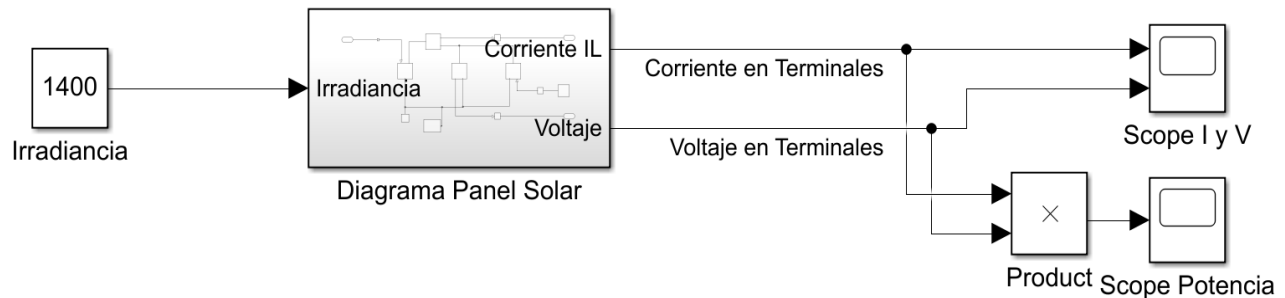
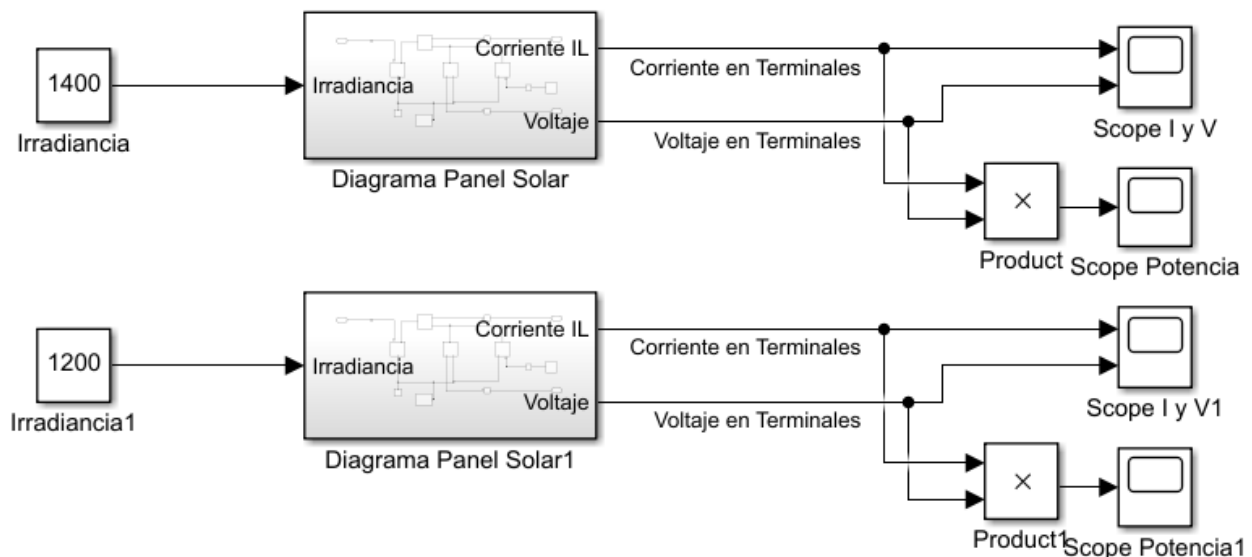

Fig. 46. Diagrama del subsistema de un panel solar con valor de entrada para la Irradiancia.
Fig. 47. Diagrama de dos subsistemas de paneles solares con diferente valor de irradiancia.
Al crear el subsistema de Simulink, realice los ajustes necesarios para que sea igual al de la **Fig. 46**.
4. Seleccione todo el diagrama de la **Fig. 46**, copie y pegue en otro lado del espacio en blanco de Simulink, cambie el valor del bloque *Constant-Irradiancia1* al otro valor de Irradiancia de la **Tabla 17**, obsérvese la **Fig. 47**.